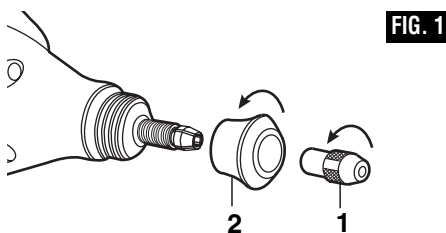

FIG. 1
1. Press the shaft lock button on the rotary tool, unthread and remove the standard collet nut **1** (Fig.1).
2. Unthread the housing cap **2** from the tool (Fig.1).
1. Appuyez sur le bouton de blocage de l'arbre de l'outil rotatif, dévissez et enlevez l'écrou de douille standard **1** (Fig. 1).
2. Dévissez le capuchon du boîtier **2** de l'outil (Fig. 1).
1. Oprima el botón de fijación del eje de la herramienta giratoria, desenrosque la tuerca del portaherramienta estándar **1** y quítela (Fig. 1).
2. Desenrosque la tapa de la carcasa **2** de la herramienta (Fig. 1).